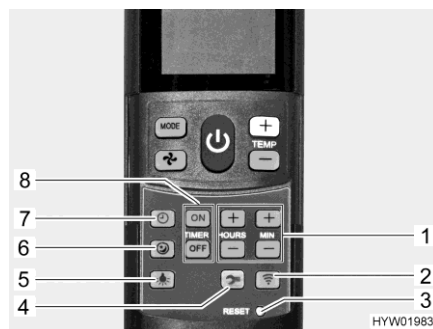

Bild 136 Fjärrstyrning med inställningsknappar (klimatanläggning)
- Tryck på knappen för tyst körning (Bild 136,6). I kyl drift går fläkten med ett lägre varvtal och blir då mycket tystare.
- Tryck på knappen för klocka (Bild 136,7).
- Ställ in timme och minuter med knapparna (Bild 136,1).
- Tryck ner knapp "ON" (Bild 136,8).
- Tryck på knapparna för tidsinställning (Bild 136,1) tills önskat tidsintervall fram till start nås.
- Tryck ner knapp "OFF" (Bild 136,8).
- Tryck på knapparna för tidsinställning (Bild 136,1) tills önskat tidsintervall fram till urkoppling nås.
- Tryck ned knappen "ON" eller "OFF" (Bild 136,8) en gång till.
- Tryck på knappen för belysning (Bild 136,5). Belysningen kopplas in med det senast använda dimningsnivån.
- Tryck in knappen för belysning (Bild 136,5) och håll den intryckt tills önskad ljusstyrka uppnås.
- Tryck på knappen för belysning (Bild 136,5).
- ▷ Setup knappen (Bild 136,4) har uppgiften att ansluta fjärrstyrningen med klimatanläggningen vid den första idrifttagningen.